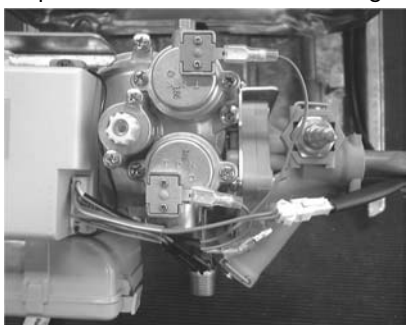

Fig. 9
5. Desconectar los restantes terminales (servoválvula y electroválvula del gas piloto, microinterruptor y el dispositivo de control del tiro (Fig. 9).